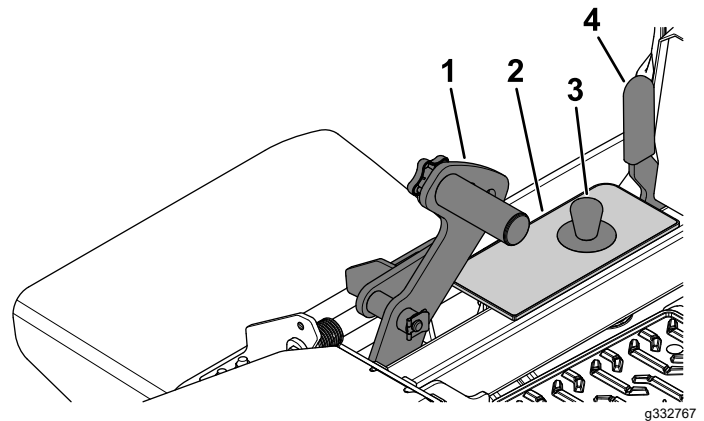

Bild 30
1. Drücken Sie auf das Mähwerkhubpedal ganz nach vorne und heben Sie das Mähwerk in die TRANSPORTstellung an (d. h. die Schnitthöhe von 140 mm), wie in Bild 30 dargestellt.
2. Entfernen Sie den Splint zum Einstellen der Schnitthöhe aus der Schnitthöhenhalterung (Bild 30).
3. Wählen Sie ein Loch in der Schnitthöhenhalterung, das der gewünschten Schnitthöhe entspricht, und stecken Sie den Lastösenbolzen wieder ein (Bild 30).